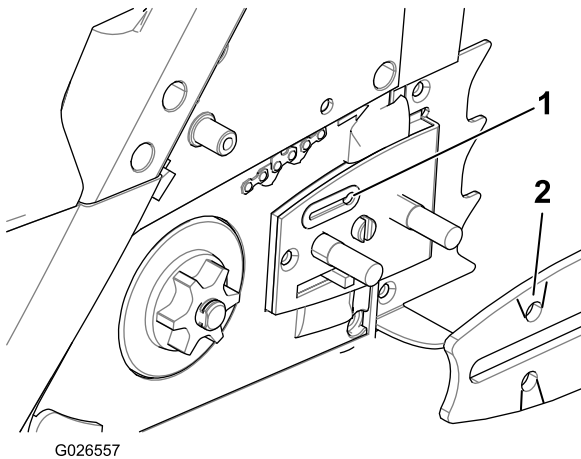

Figure 28
4. Vérifiez si les gorges de la barre et le trou de passage d'huile présentent des débris, et nettoyez-les au besoin (Figure 28).